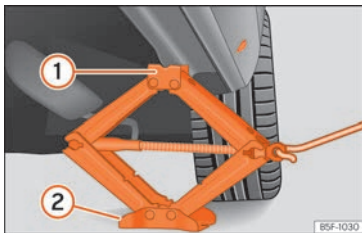

Fig. 77 Mise en place du cric.
- Tournez la manivelle du cric*, placé sous le point d'appui du bas de caisse, pour le lever jusqu'à ce que l'ergot ① » » fig. 77 se trouve sous le logement en plastique prévu à cet effet.
- Alignez le cric* de sorte que l'ergot ① « s'encastre » dans le logement en plastique prévu à cet effet sur le bas de caisse et que la plaque de base mobile ② repose sur le sol. La plaque de base ② doit tomber à la verticale par rapport au point d'appui ①.